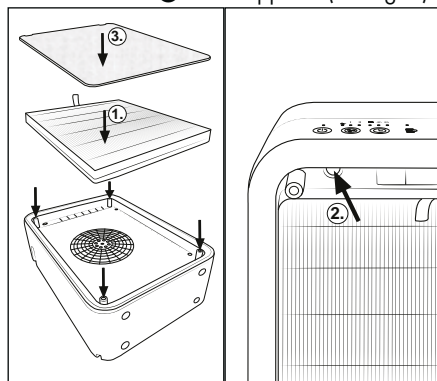

Fig. 7
- ◆ Insérez le filtre EPA ⑦ neuf dans l'appareil (voir fig. 7).
- ◆ Branchez la fiche creuse ⑩ de l'adaptateur secteur ⑨ dans la prise mâle ⑤ de l'appareil.
- ◆ Branchez l'adaptateur secteur ⑨ dans une prise secteur. Toutes les LED s'allument brièvement.
- ◆ Appuyez sur la touche de réinitialisation du filtre ⑧ pendant 3 secondes (voir fig. 7). L'appareil a maintenant détecté le nouveau filtre.
- ◆ Placez le cache ⑥ dans l'appareil (voir fig. 7).